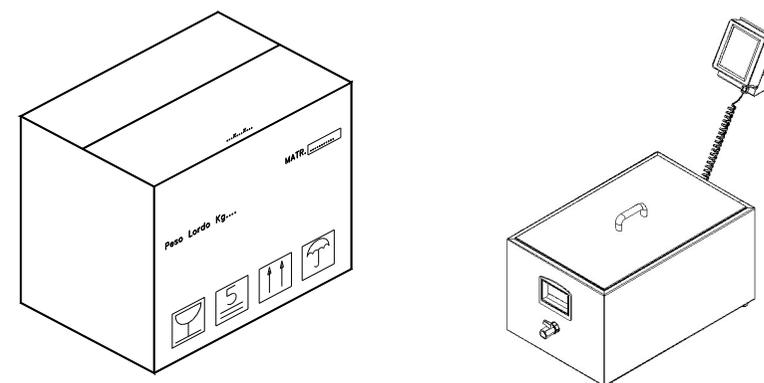

Рис.7
3.1 - Отправка машины (см. Рис.7)